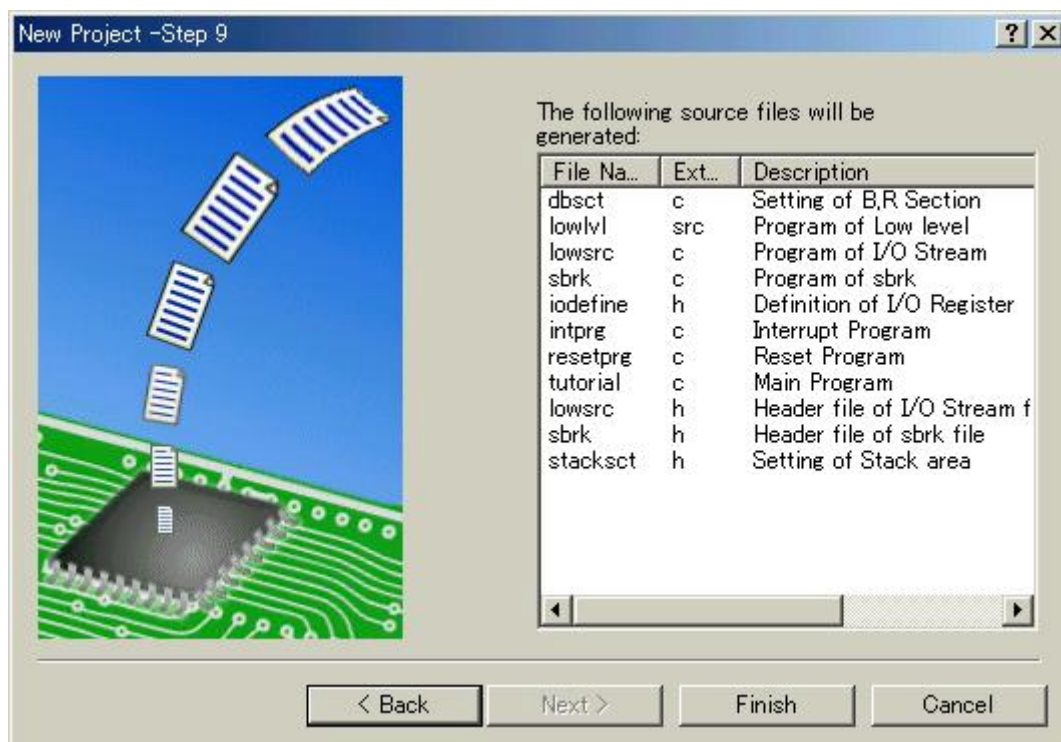

図 2.10 生成ファイル名変更画面 ( Step9 )
Step8画面で [ Next > ] をクリックすると、図 2.10に示す画面を表示します。この画面で、これまでの設定によりHEWが生成するファイルをリストに表示します。リストの [ File Name ] 列はファイル名を、 [ Extension ] 列は拡張子を、 [ Description ] 列はファイルの説明を表示しています。ファイル名は、変更することができます。変更したい場合は、ファイル名を選択してクリック後、入力してください。